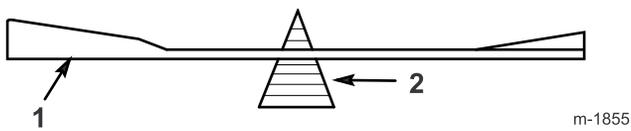

Figura 41
2. Verifique el equilibrio de cada cuchilla colocándola sobre un equilibrador de cuchillas (Figura 41).